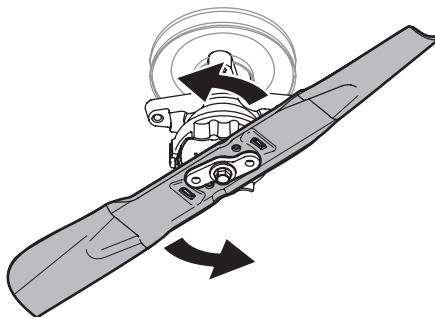

Figura 2
4. Mientras sostiene el collarín en la posición hacia arriba, rote la cuchilla en sentido contrario a las agujas del reloj para liberarla del collarín. Consulte la Figura 2.